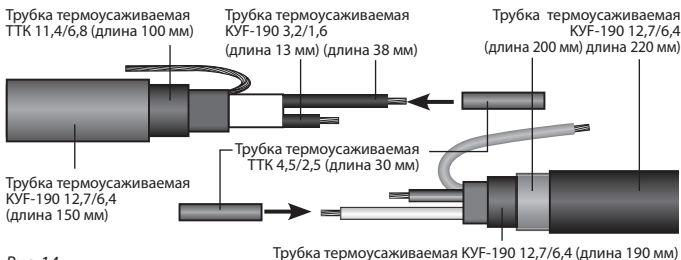

Рис. 14
7.3. На изолированную термоусаживаемой трубкой жилу нагревательного кабеля и жилу установочного провода длиной 45 мм надеть термоусаживаемые трубки ТТК 4,5/2,5 (длина 30 мм) (рис. 14).
7.4. Наконечник ВМ01260 вставить в изолированные токопроводящие жилы и обжать по всей длине наконечника с помощью ручного кремпера (рис. 14а). Повторить эту операцию для другой пары изолированных жил.
Рис. 14а